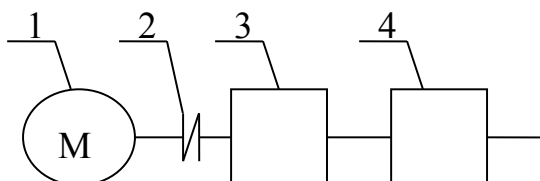

Рисунок 2 – Блочная схема механизма
В состав машины (См. рисунок 2) входят: электродвигатель (1), муфта (2), зубчатый механизм (3), рычажный механизм (4).